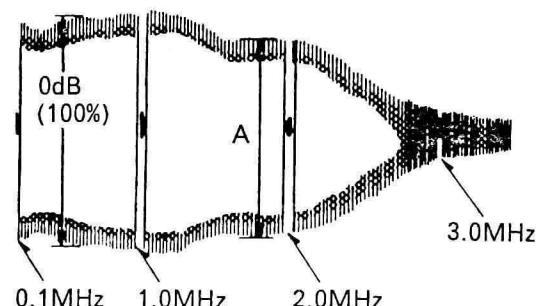

图 14
② 将示波器连接 TP3002;
③ 以 SP 方式用空白磁带记录视频扫频信号并重放;
④ 将录象机面板上的图象清晰度控制开关置于中心位置;
⑤ 调节 VR3012, 使频响为 $A: 0 \pm 1\text{dB}$ (90~110%), 如图 14 所示;
⑥ 以 LP 方式用空白磁带记录视频扫频信号
⑦ 同上述步骤③;
⑧ 调节 VR3013, 使频响为 $A: -2 \pm 1\text{dB}$ (70~90%), 如图 14 所示。